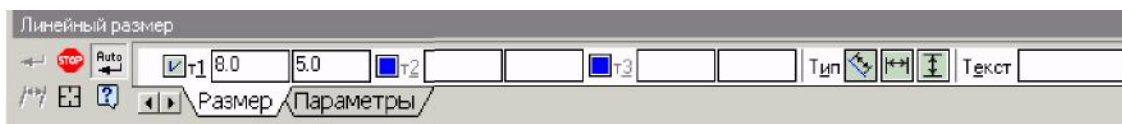

Рис. 2.7. Вид Панелі властивостей при нанесенні лінійних розмірів
2. У Панелі властивостей задати вертикальний, горизонтальний або паралельний розмір (рис. 2.7).